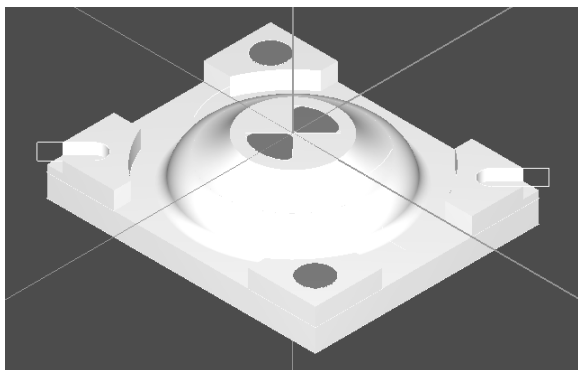

图 7-42 零件 3 的 CAD 建模
14) 新建层：5，设定名称：surface2，颜色为 12 号红色，将第 5 层设为当前层。在“绘图”菜单里，单击“曲面”“曲面修整”“填补内孔”选择  $2 \times \phi 14$  和扇形孔 4 处，产生补面，最终效果如图 7-42 所示。